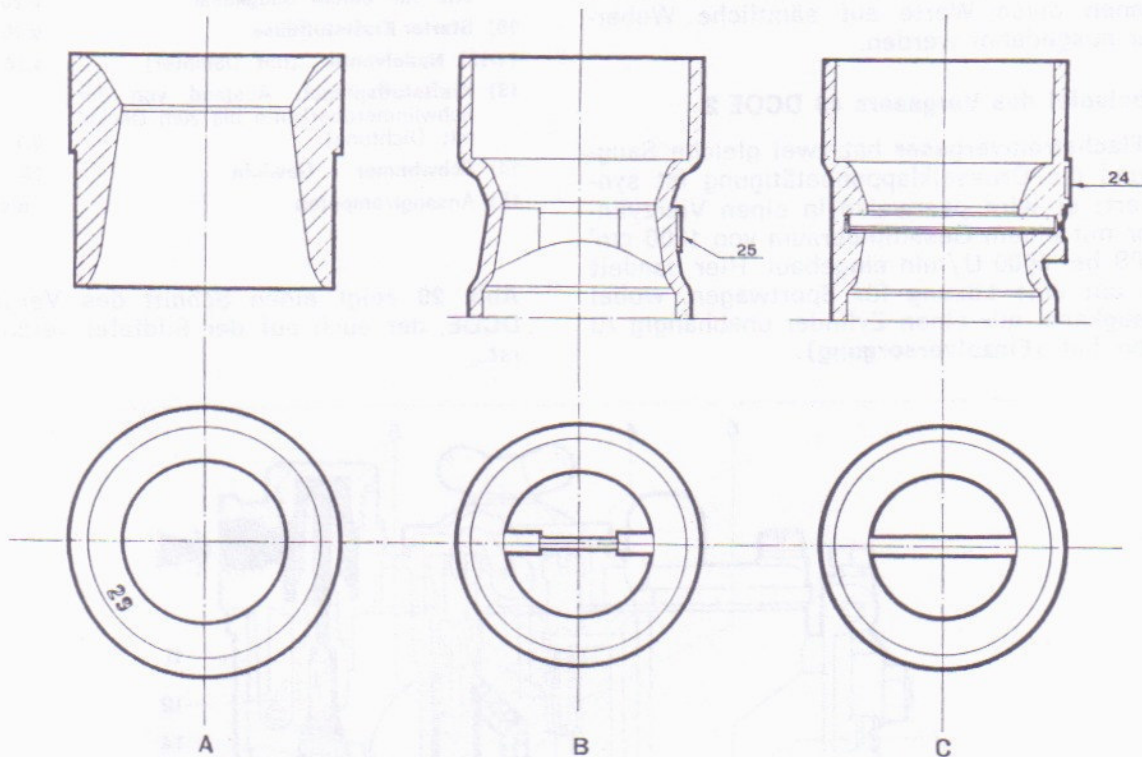

Abb. 30
1) Lufttrichter oder Venturirohr - Abb. 30